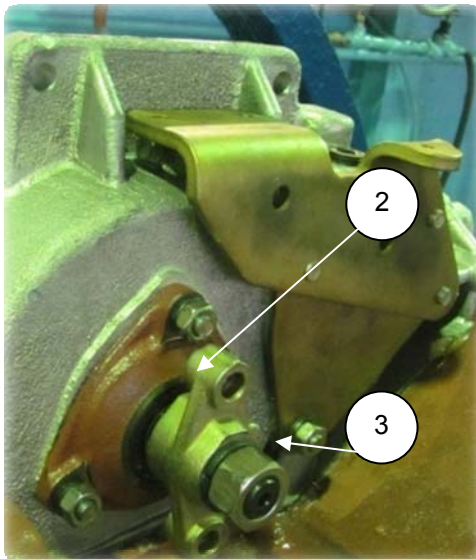

Рис. 6.24
5. Установить фланец (2) (840.1029270-10) ведущей полумуфты задний на вал муфты (рис. 6.24);
6. Завернуть гайку (3) ($S=30$) (рис. 6.24) окончательно моментом $M_{кр} = 11-12,5$ кгс·м.